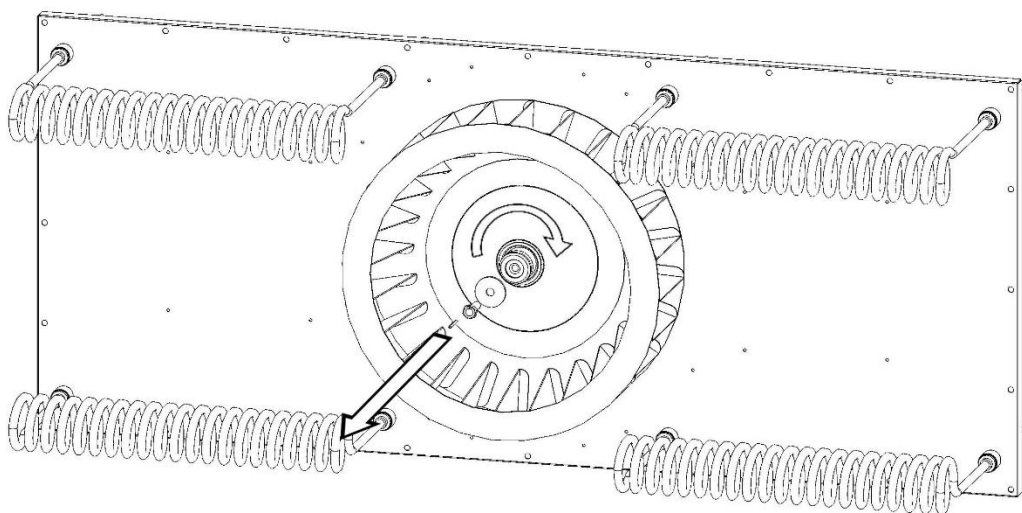

Fig.7
7. Retirar el pasador de seguridad y el tornillo de fijación del ventilador (Fig.7).
Al tocar el icono «tacómetro con porcentaje» (*fig.7*) se abre el menú para modificar el parámetro de corrección de la velocidad del motor ($\pm 0 \div 10\%$).